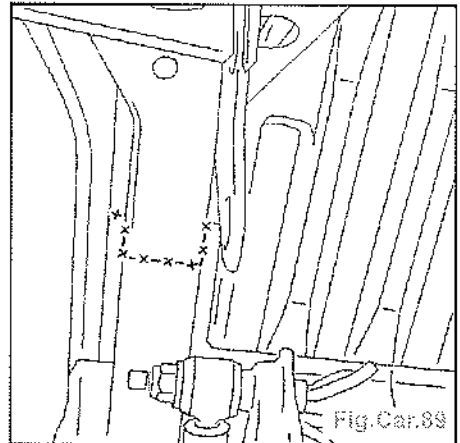

Fig.Car.89
- Découper le longeronnnet à l'aide d'une scie (Fig.Car.89).